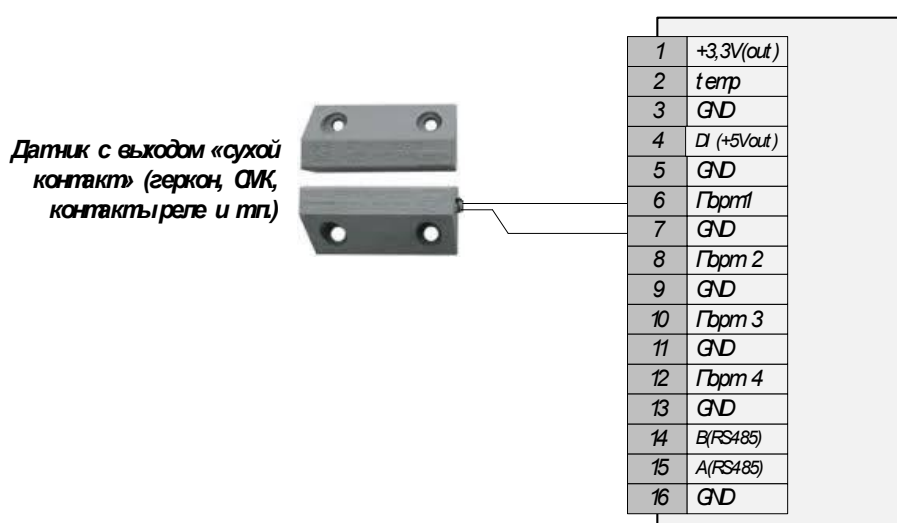

Рис.5.1. Подключение охранного датчика на дискретный вход (пример для порта №1)
5.1. Любой универсальный порт прибора можно сконфигурировать как дискретный вход. Вход предназначен для подключения датчика с выходом типа «сухой контакт» (рис.5.1). Поддерживаются как нормально-замкнутые, так и нормально-разомкнутые датчики.